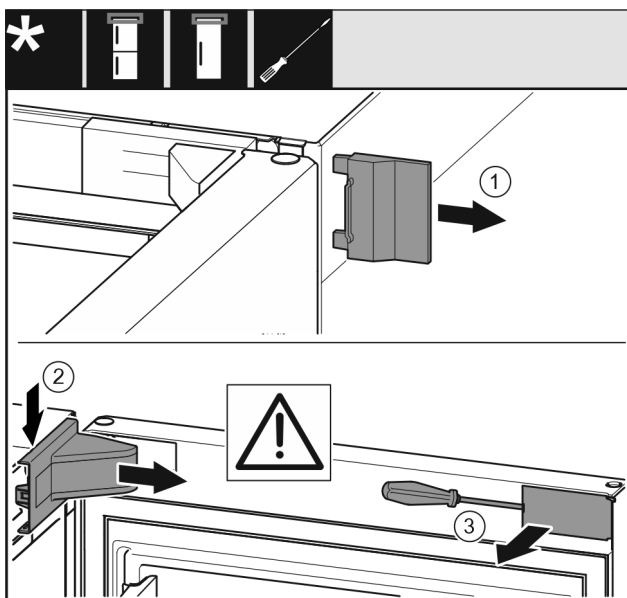

Fig. 14
- ▶ Võtke välimine kate ära. Fig. 14 (1)
- ▶ Haakige lahti ja vabastage laagripuki kate. Võtke laagripuki kate maha. Fig. 14 (2)
- ▶ Haakige ilukate lapikkruvikeerajaga lahti ja keerake küljele. Fig. 14 (3)